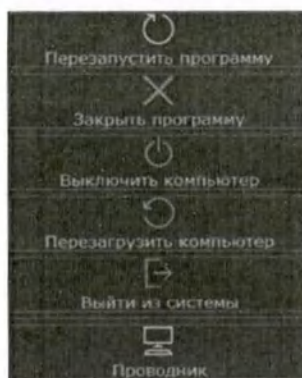

Рис. 2 Меню выбора завершения программы
- Откроется меню выбора (Рис. 2 Меню выбора завершения программы):